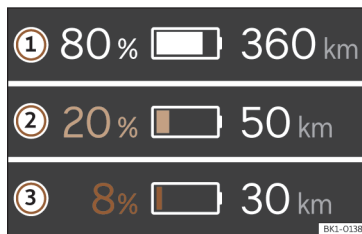

Fig. 3 Sul quadro strumenti digitale: autonomia e indicazione della riserva.
Lo stato di carica attuale della batteria ad alta tensione è indicato con il simbolo  sul quadro strumenti digitale >>> **fig. 3 ①**. Il simbolo della batteria sarà più o meno pieno a seconda dello stato di carica della batteria.
L'autonomia del veicolo è indicata in chilometri (km) o miglia (mi) a seconda dell'impostazione selezionata >>> **fig. 3 ②**.
Area della riserva >>> **fig. 3**